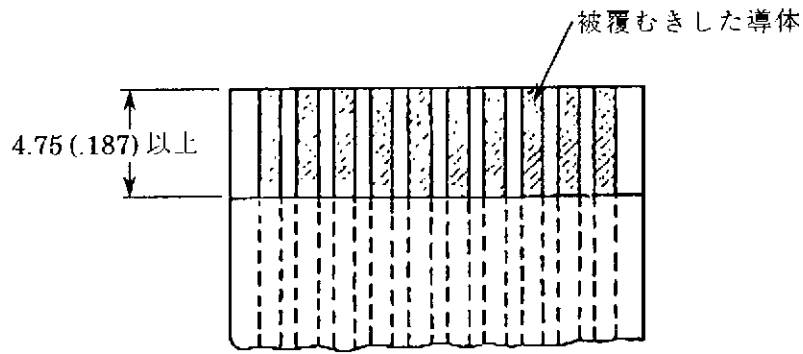

Fig. 3
- (2) ケーブル導体又は回路導体は Fig. 3 に示すように導体を片面のみ露出せしめるために被覆むきをしておくこと。被覆むき後導体は異物を除いて清浄にし、皮膜や残留物のないようにすること。